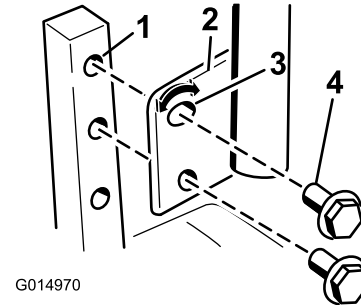

Figura 24
1. Togliete i due bulloni che fissano la leva di comando all'albero del braccio di controllo (Figura 24).
2. Spostate la leva di comando nella serie di fori successiva. Fissate la leva con i due bulloni (Figura 24)
2. Allentate il bullone inferiore appena a sufficienza per ruotare la leva di controllo in avanti o all'indietro (Figura 24). Serrate entrambi i bulloni per fissare il controllo nella nuova posizione.